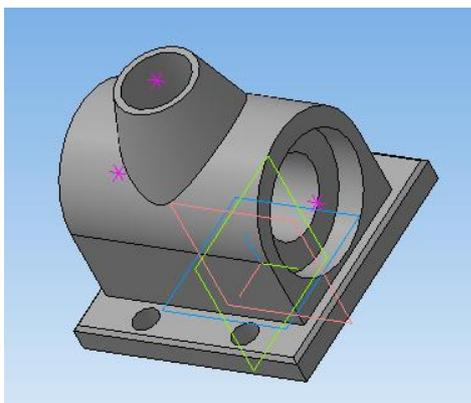

Рис. 9.
11. Примените к полученному эскизу команду *Отверстие*, на расстояние 10 мм, диаметр – 50 мм, повторяем с другой стороны (рис. 9).